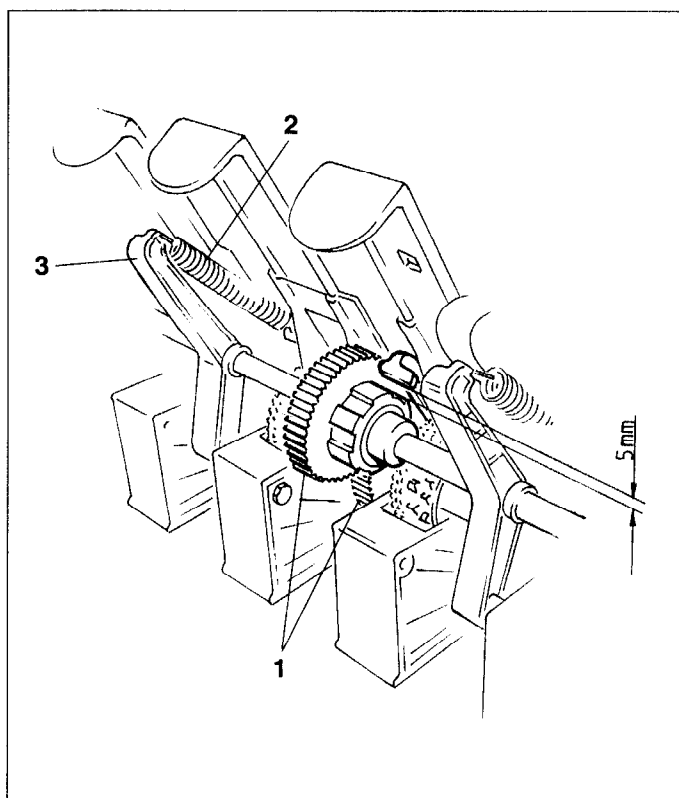

Fig. 13.18
- Engrenez le pignon (fig. 13.18/1) de l'arbre de jalonnage dans le pignon de l'arbre de distribution.
- Accrochez les ressorts (fig. 13.18/2) sur les biellettes de maintien (Fig. 13.18/3).